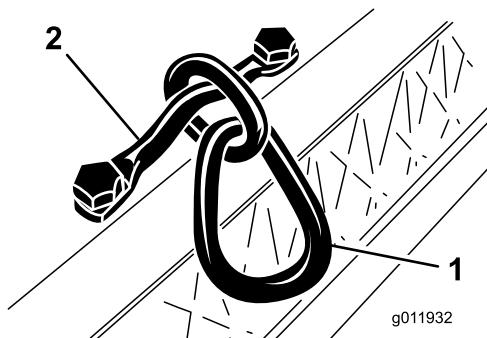

Figure 5
Montez le maillon de chaîne sur le haut du plateau de coupe avec le support de montage et (2) vis à tête. Serrez les vis à un couple de 34 à 40 Nm (Figure 5).